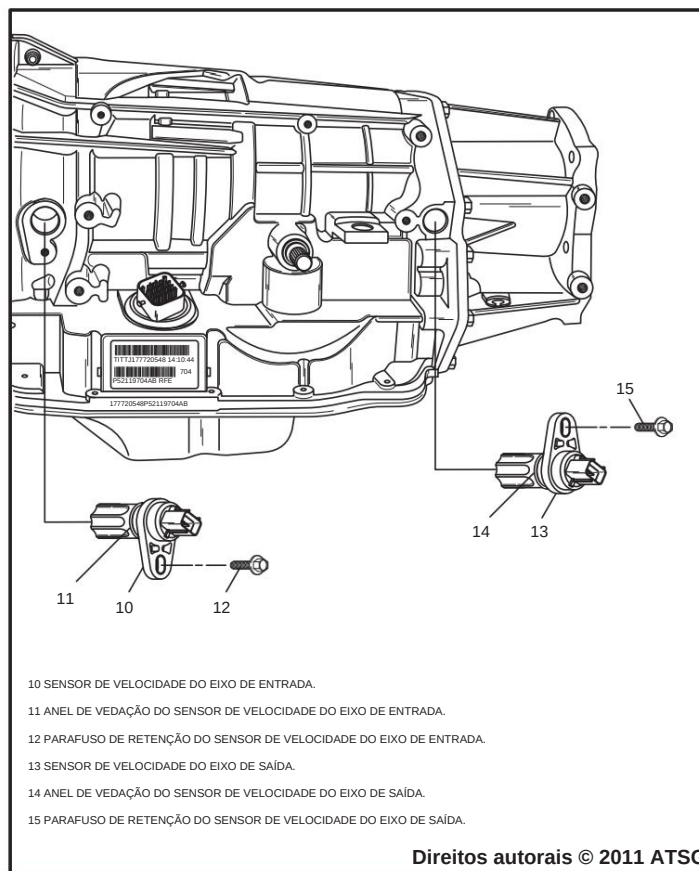

Figura 166
53. Instale ambos os sensores de velocidade na caixa de transmissão, conforme mostrado na Figura 166.